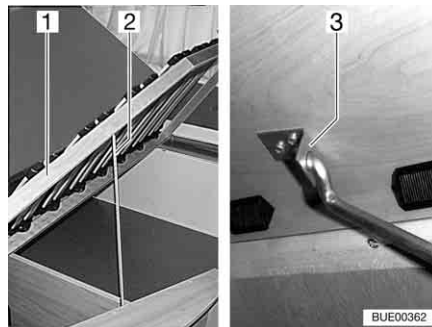

Bild 71 Festes Bett
- Lattenrost (Bild 71,1) anheben, Stange (Bild 71,2) aus Verankerung lösen und in Loch der Halterung (Bild 71,3) einstecken.
- Lattenrost (Bild 71,1) anheben, Stange (Bild 71,2) aus Halterung (Bild 71,3) lösen und in Verankerung einklemmen.